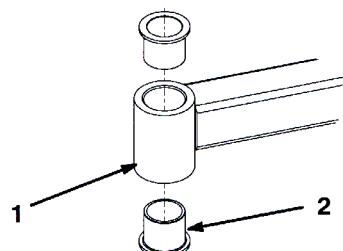

図27
4. ピン・ポンチを使って、チューブの上または下からブッシュをたたき出す(図27)。他のブッシュも、同様にしてチューブから取り外す。チューブの内部をきれいに清掃する。